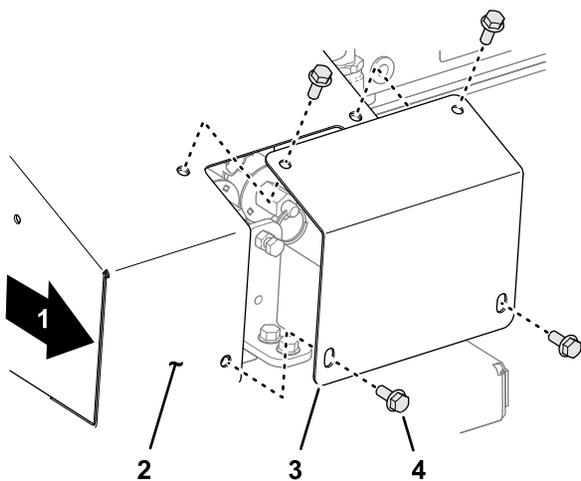

図 28
- 機体の右側で、カバープレートをオーバーライドカバーに固定しているフランジヘッドボルトキャップスクリュー4本を外す図 28。